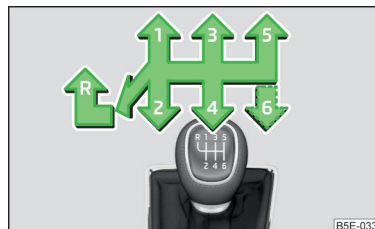

Abb. 108
Auf dem Schalthebel sind die einzelnen Gangstellungen dargestellt » Abb. 108.
- › Den Schalthebel völlig nach links und dann nach vorn in **R**-Stellung stellen » Abb. 108.